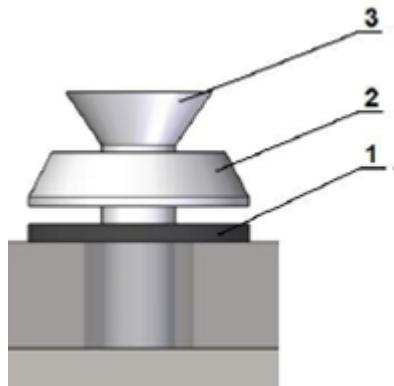

Рис. 5
На корпус вытяжки наденьте стекло и закрепите его винтом M4x20 (3) с конической шайбой (2) и резиновой шайбой (1) (рис. 5).